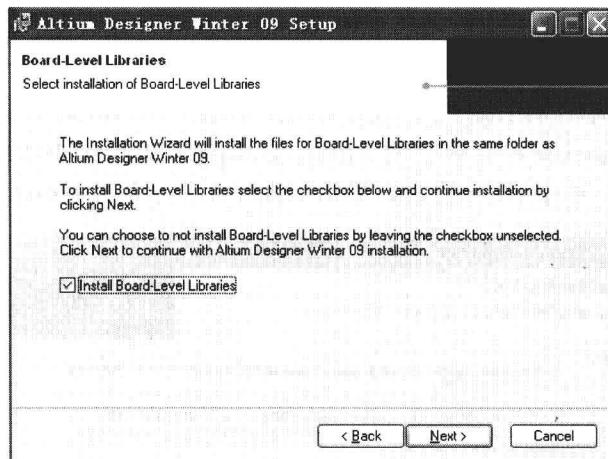
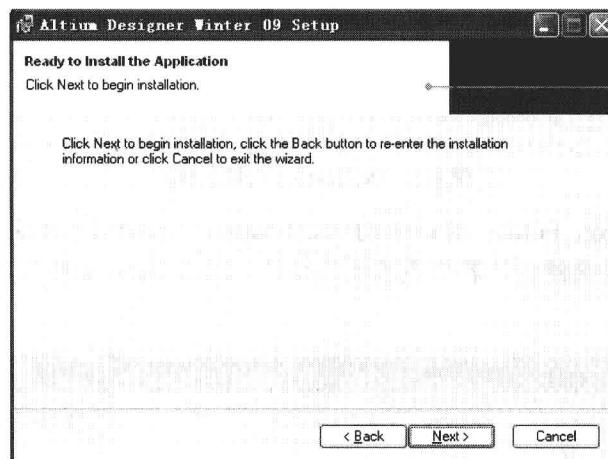

图 1-7 Board-Level Libraries 窗口
图 1-8 Ready to Install the Application 窗口
(7) 选择软件安装的路径后，单击 Next 按钮，显示如图 1-7 所示 Board-Level Libraries 窗口。
(8) 如果需要安装板级的库文件，就勾选图 1-7 中的 Install Board-Level Libraries 对话框，单击 Next 按钮，出现如图 1-8 所示的 Ready to Install the Application 窗口。